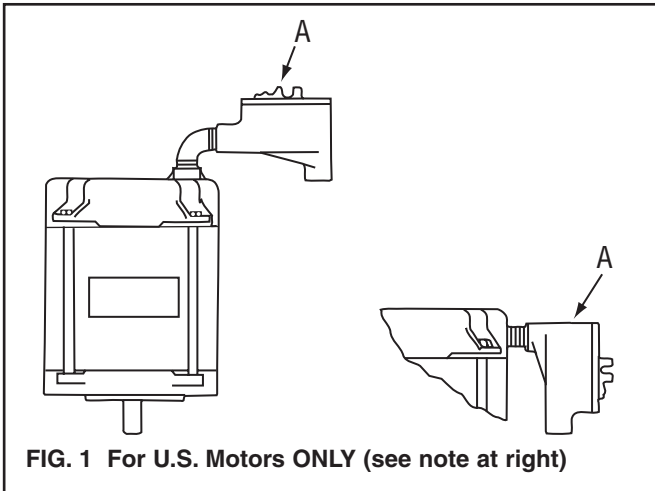

FIG. 1 For U.S. Motors ONLY (see note at right)
### Electric Motors (Fig. 1)
Inspect the connections between the motor end bell, nipple and electrical junction box (A) (refer to Fig. 1). No movement should exist at these connections.
- Installation of electrical junction boxes (A) on the motor is extremely important to the electrical integrity of the motor and the electrical wiring system. When installed, the junction box and the nipple connecting the box to the motor should not show any sign of movement. Refer to Fig. 1. If there is any movement, **DO NOT PUT INTO SERVICE** until corrected. **USE COULD RESULT IN A SEVERE SHOCK OR DEATH.**
### Moteurs électriques (Fig. 1)
Contrôlez les liaisons entre le flasque du moteur, le manchon et le boîtier de raccordement électrique (A) (voir Fig. 1). Ces liaisons ne doivent présenter aucun jeu.
### Elektromodelle (Fig. 1)
Anschlüsse zwischen Motorlagerschild, Nippel und Anschlußkasten untersuchen (A) (siehe Fig. 1). Bei diesen Anschlüssen darf keine Bewegung zu sehen sein.
### Motores eléctricos (Fig. 1)
Inspeccione las conexiones entre el soporte de escudo del motor, el conector y la caja de conexiones eléctricas (A) (vea la Fig. 1). No debe producirse movimiento alguno en estas conexiones.